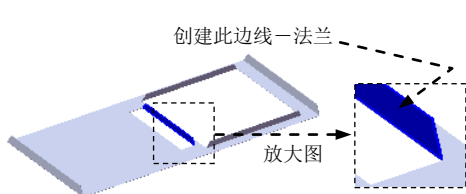
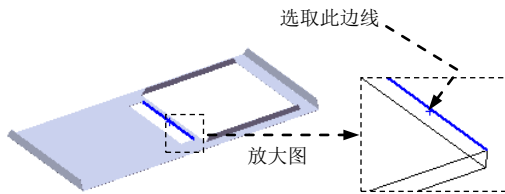

图 17.8.37 创建边线—法兰 5
图 17.8.38 定义特征的边线
Step8. 创建图 17.8.37 所示的边线—法兰 5。选择下拉菜单 **插入(I)**  **钣金(B)**  **边线法兰(E)...** 命令；选取图 17.8.38 所示的模型边线为生成的边线法兰的边线，在 **角度(A)** 区域的  文本框中输入角度值 90.0。在 **法兰长度(L)** 区域的下拉列表中选择 **给定深度** 选项，输入深度值 15.0。在此区域中单击“内部虚拟交点”按钮 。在 **法兰位置(N)** 区域中单击“折弯在外”按钮 。